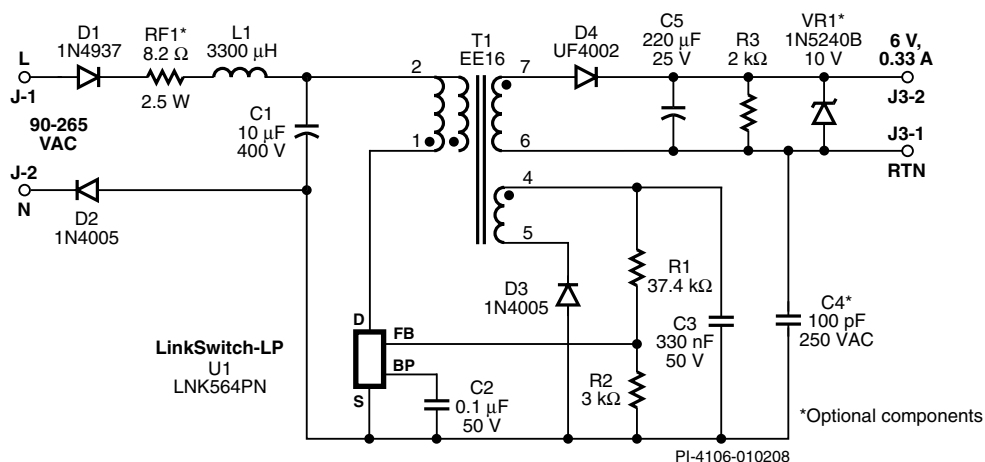
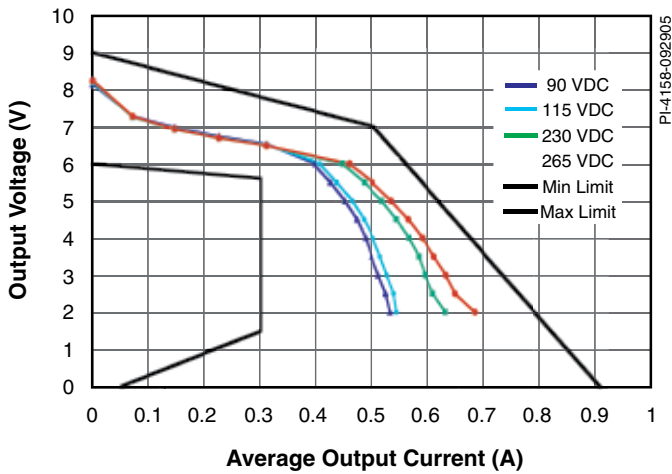

图1 使用LNK564PN的输出6 V、330 mA的2 W低成本反激式充电器电源
图2. 负载及输入电压变化时的输出V特性曲线
使用LinkSwitch-LP的反激式变换器（图1）具有类似于非稳压的工频变压器电源的输出VI特性（见图2），但其输出电流被加以限制，使其不会超过最大额定输出功率（峰值功率点）。
- 图1中包含三个可选元件：RF1、VR1及C4。如果在安规申请时L1不允许作为保险丝来使用，则在输入端要使用一个保险丝电阻。由于自动重启功能在开环时限制了输出功率，在开环时输出电压如果不可接受，仅使用一个1/2 W的VR1做输出过压保护就可以了。